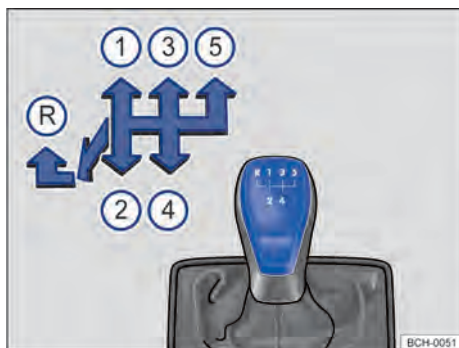

Fig. 92 Esquema de troca de marchas da transmissão manual de 5 marchas.
As posições de cada uma das marchas estão representadas na alavanca de troca de marcha → **Fig. 92**.
- Empurrar a alavanca de troca de marcha totalmente para a esquerda e depois para frente até a posição da marcha a ré → **Fig. 92** **Ⓡ**.